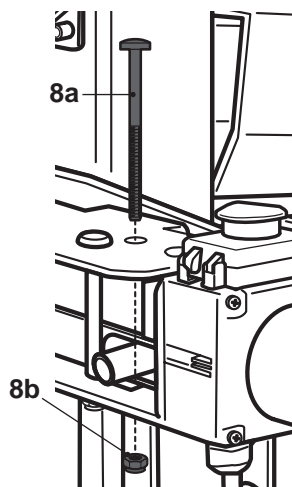

Fig. 3d
- > Fixez la plaque de fixation [8] avec le boulon [8a] et l'écrou [8b] (Fig. 3d).